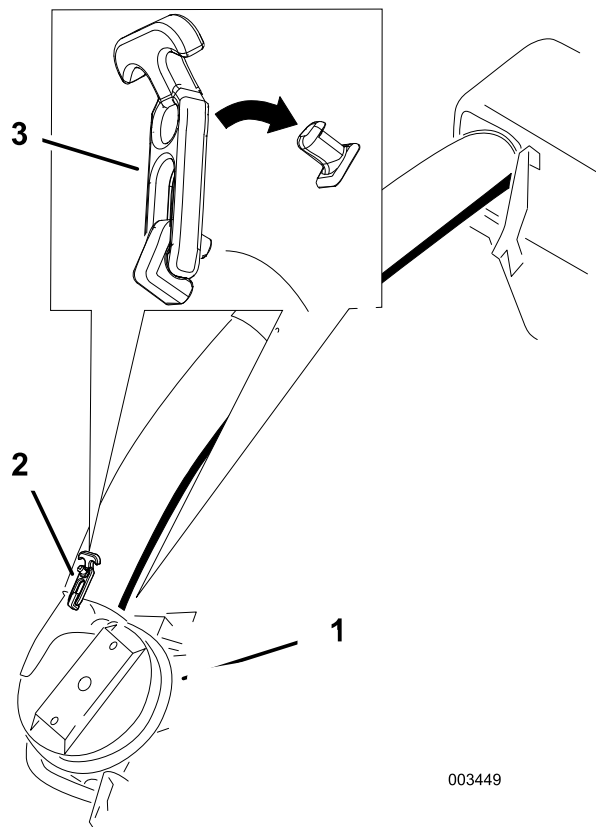
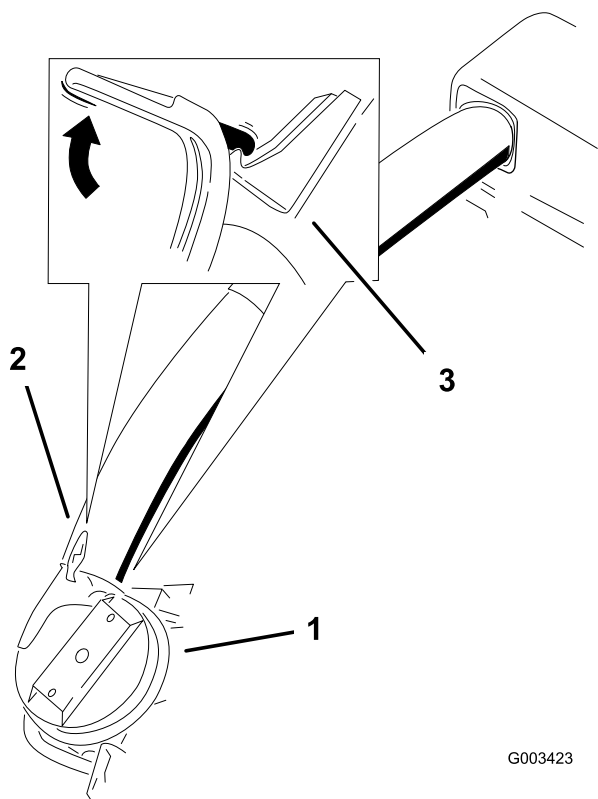

Figura 27
Figura 28
9. Collocate il tubo inferiore sulla guaina e fissate i due elementi con il dispositivo di chiusura (Figura 27 o Figura 28).